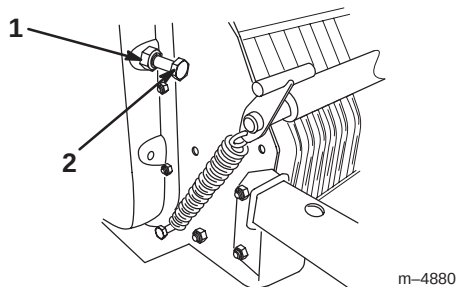

Figure 9
2. Desserrez l'écrou de blocage sur la vis de réglage de la chaîne (Fig. 9).
3. Serrez la vis à la main jusqu'à ce que vous sentiez une résistance (Fig. 9).